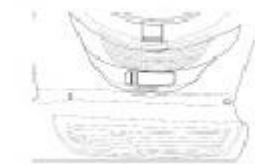

Fig. 6
3. Deslizar la palanquita reguladora para la altura deseada. (Fig. 6)